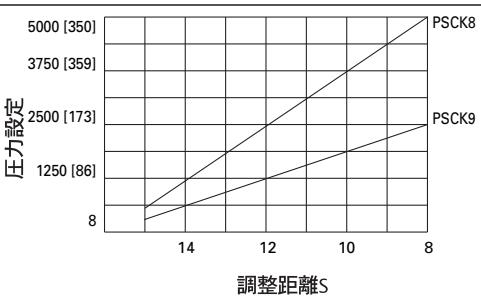

図4
3. レンチで圧力設定を保持しながら、ロックナットを時計方向に締め付ける(4-N·M)。（設定についてはグラフ、図4を参照。[グラフはおおまかなガイド用なので、切換ポイントを正確に調べるには、圧力計を使用します]）
注意：図4の調整距離Sは調整ねじ端からスイッチ本体（ロックナットが収まっていた）までです。